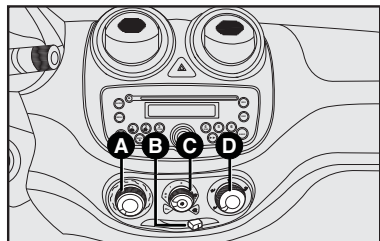

fig. 45
COMANDOS - fig. 45
1) Seletor para a temperatura do ar **A-fig. 45** totalmente posicionado à esquerda.
2) Seletor do ventilador **C-fig. 45** posicionado na velocidade máxima.
3) Seletor de distribuição do ar **D-fig. 45** apontado para ; controlar para que todas as saídas de ar estejam totalmente abertas.
4) Ligar o ar-condicionado apertando o seletor **C-fig. 45**.
O ar-condicionado é muito útil para acelerar o desembaçamento, pois desumidifica o ar. É suficiente regular os comandos para a função de desembaçamento e ativar o condicionador, apertando o seletor **C-fig. 45**.
1) Condicionador de ar ligado: seletor **C-fig. 45**.